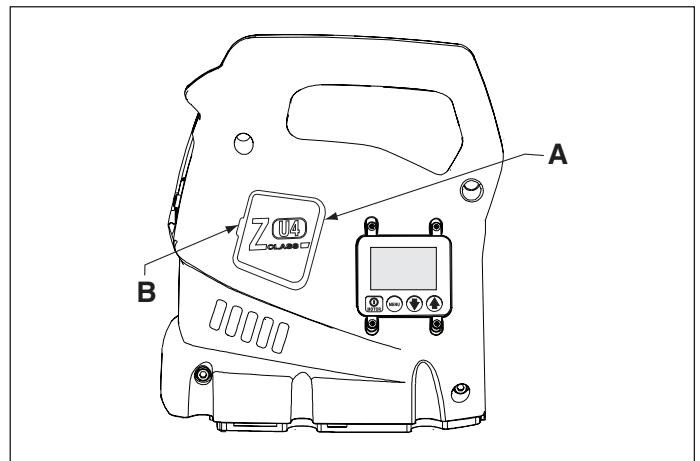

Abb. 8, Entfernen der Bürstenkappe
2. Entfernen Sie beide Bürstenkappen (A), indem Sie die Bürstenkappenverriegelung biegen (B) und vorsichtig nach außen bewegen. Siehe Abb. 8.